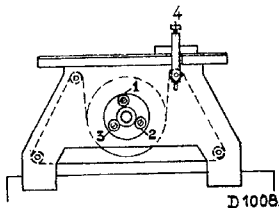

Fig. 5
- Stelschroefjes van de bevestiging van de schijf op de condensatoras (fig. 5) losdraaien.
- Afstemmen op 350 m., de afleesnaald met schroef 4 (fig. 5) nauwkeurig op 350 m. instellen.